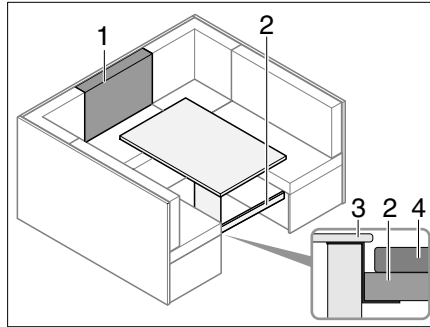

Fig. 194 Avant la transformation
- Insérer la traverse (Fig. 194, 2) sous le couvercle du coffre (Fig. 194, 3).
- Faire glisser la traverse (Fig. 194, 2) sous la table, (Fig. 194, 4) pour soutenir celle-ci.
- Placer le coussin de dossier (Fig. 194,1) sur la table devant le coussin supplémentaire.